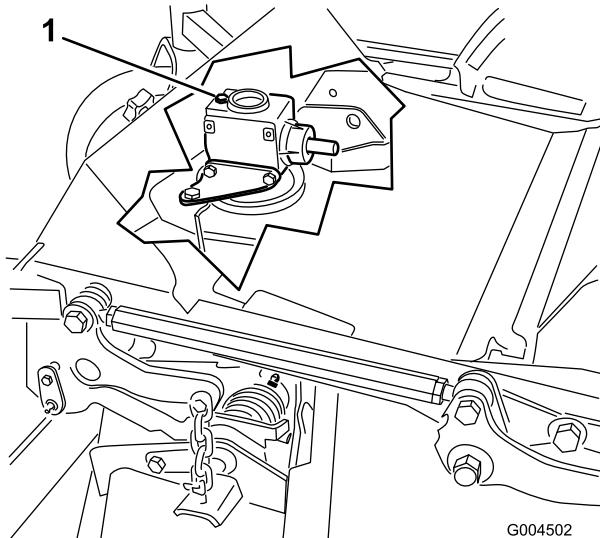

Figura 41
6. Retire a vareta/tampão de enchimento da parte superior da caixa de velocidades (Figura 41) e verifique se há lubrificante entre as marcas da vareta.
6. Retire a vareta/bujão de enchimento da parte de cima da transmissão (Figura 41).